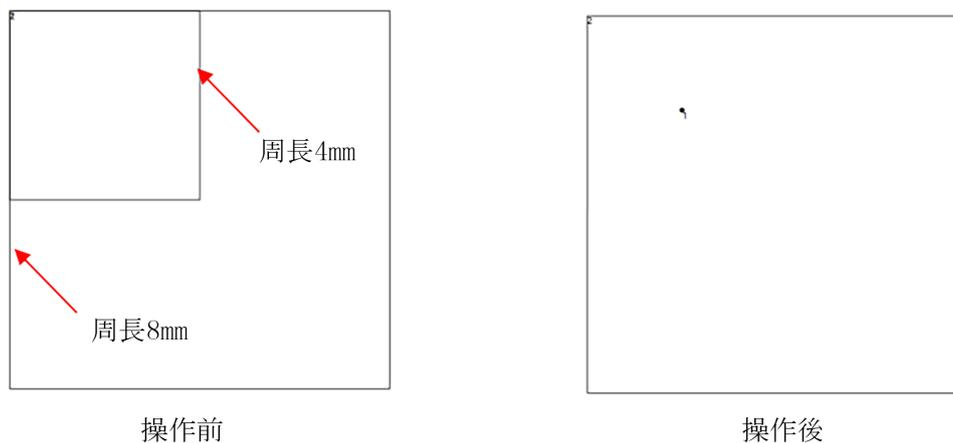

図 5.9.2 「閉じた画像を点に変換」の操作方法
③「OK」をクリックすると、キャンバスで設定値以下の閉じた図形が点に変わります。具体的な操作は図 5.9.2 の通りです。